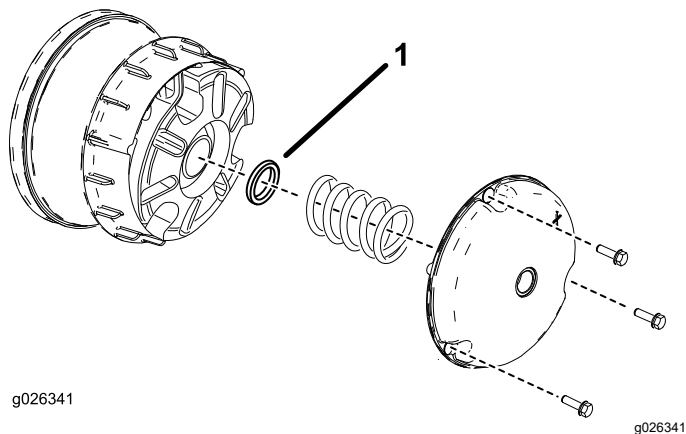

Figura 61
- Scoatei uruburile care fixează capacul ambreiajului primar aa cum se arată în Figura 61.